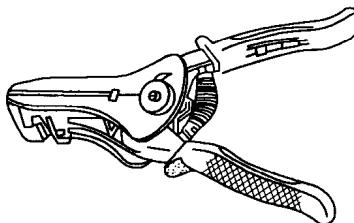

图 1-4 剥线钳
(3) 剥线钳。剥线钳是用来剥除电线电缆端部橡胶或塑料绝缘的专用工具，如图 1-4 所示。